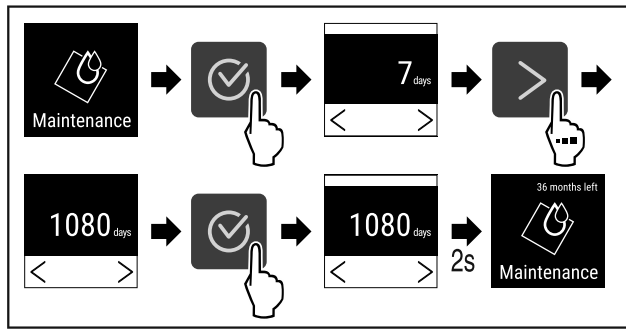

Fig. 74
- ▶ Hajtsa végre a művelet lépéseit (lásd Fig. 74) .